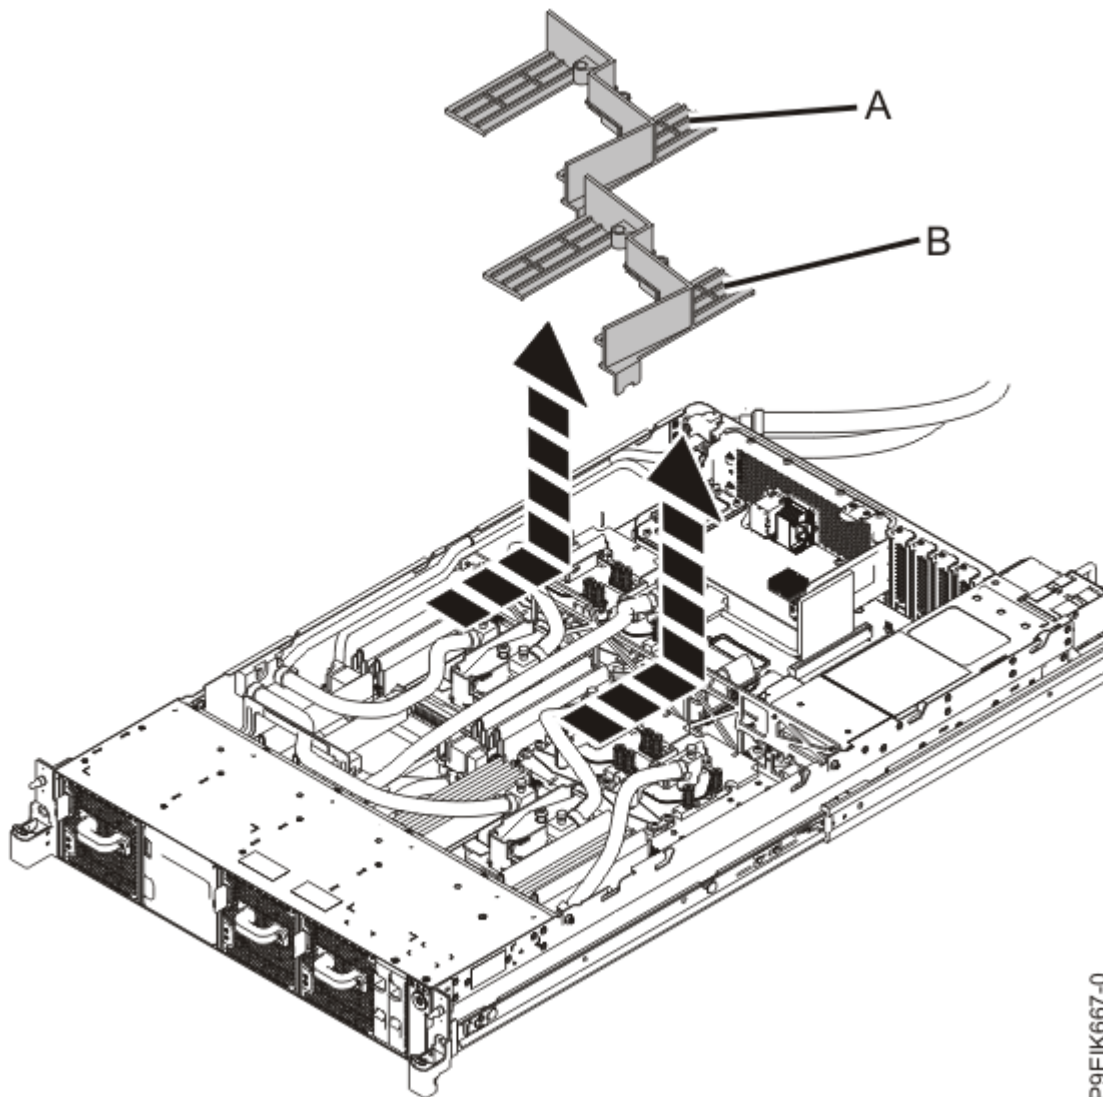

Figure 113. Retrait des grilles d'aération de la mémoire
2. Retirez les grilles d'aération **(A)** et **(B)** comme illustré à la Figure 113, à la page 130.